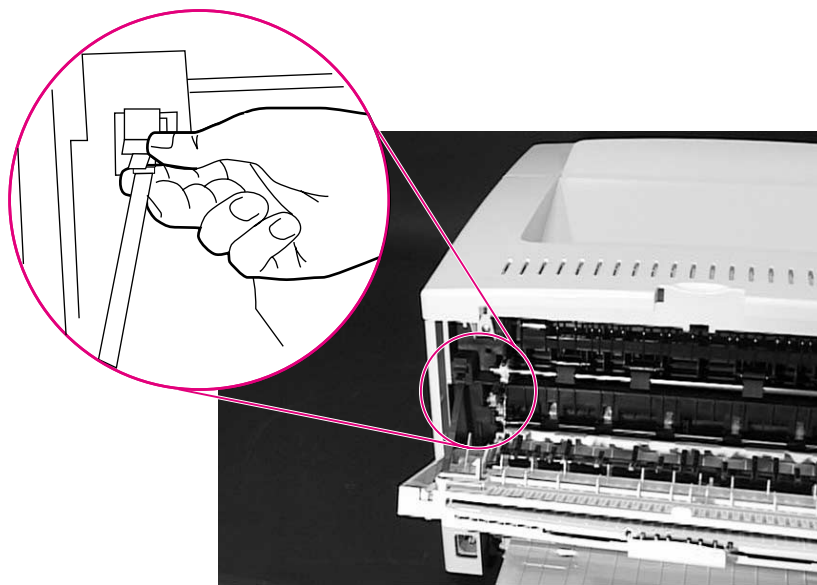

Figure 17 Retrait de la bande de soutien (vue arrière de l'imprimante)
- a. Saisissez l'extrémité de la bande en plaçant votre index sous la bande et votre pouce sur la languette (figure 17).